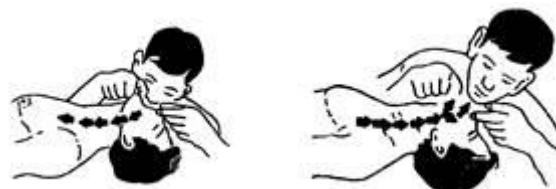

图 2-6 紧贴吹气      图 2-7 放松换气
3) 救护人深吸一口气，紧贴掰开的嘴巴向内吹气，也可搁一层纱布。吹气时要用力并使其胸部膨胀，一般应每 5 秒钟吹一次，吹 2 秒钟，放松 3 秒钟。对儿童可小口吹气。向鼻吹气与向口吹气相同（见图 2-6）。